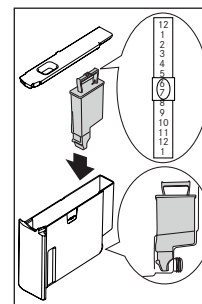

Fig. 37
- ▶ Faites coulisser le pointeur d'indicateur de date (voir Fig. 37) jusqu'à ce que les mois d'utilisation soient affichés (le filtre dure environ 2 mois).
- ▶ Insérez le filtre dans le réservoir d'eau et appuyez dessus jusqu'à ce qu'il touche le fond du réservoir (voir Fig. 37).